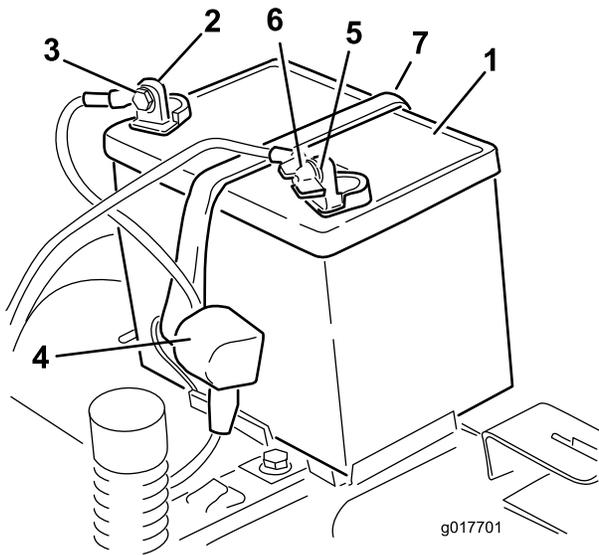

Figura 38
4. Desconecte el cable negativo de tierra (negro) del borne de la batería (Figura 38).
6. Desconecte el cable positivo (rojo) del borne de la batería (Figura 38).
7. Retire la correa de sujeción de la batería (Figura 38) y levante la batería para retirarla de su bandeja.
1. Coloque la batería en la bandeja (Figura 38).
5. Fije la batería con la correa de sujeción (Figura 38).